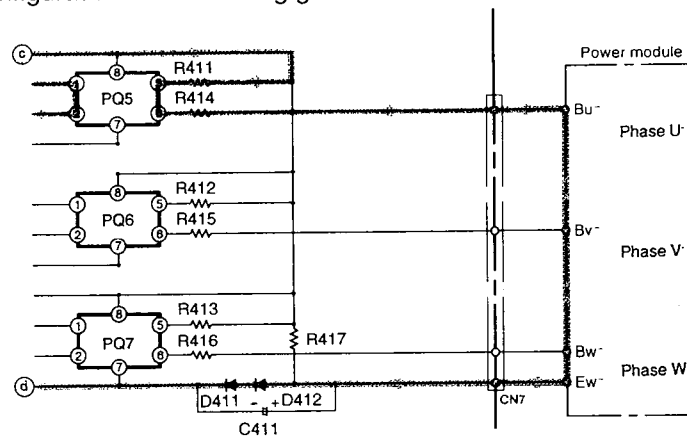

Abb. 7-4
Abb. 7-4 zeigt den Antriebsschaltkreis des unteren Arms.
- Wenn der Stift 26 des Mikrocomputers von "Hi" auf "Lo" wechselt, schaltet ein Fotokoppler zwischen den Stiften 1 und 2 des PQ5 ein, so daß ein Strom in Richtung Klemme C → R411 → PQ5 → R414 → Klemmen Bu- des Leistungsmoduls → Klemmen Eu- → D412 → D411 - Klemme D fließt und die Transistoren des unteren Arms antreibt (Abb. 7-4).